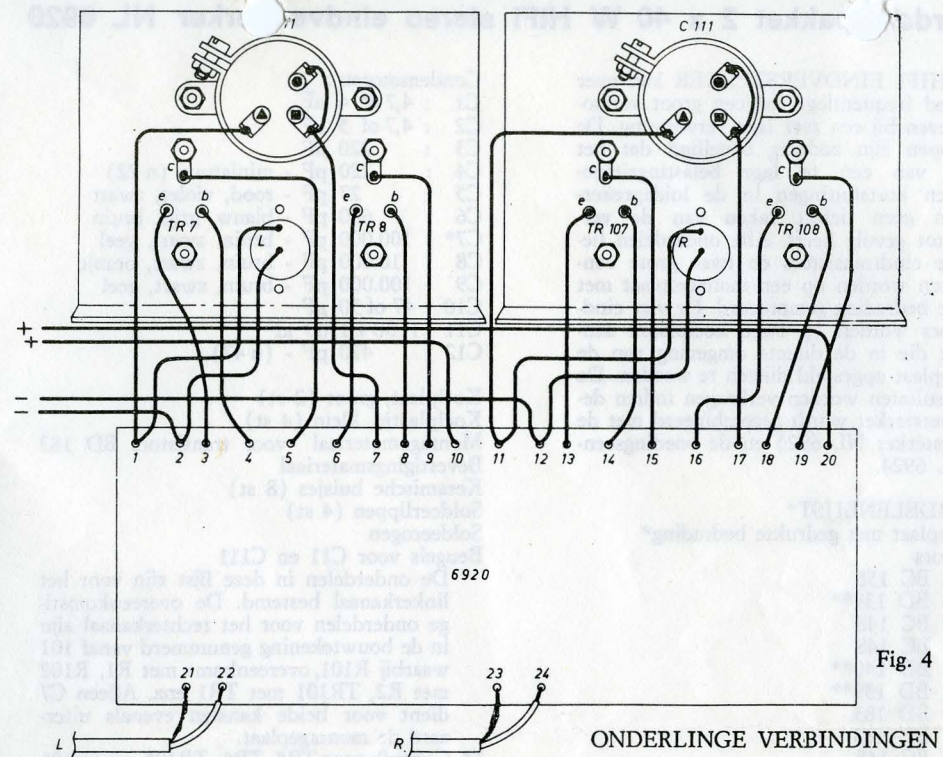

Fig. 4
14. Let bij het aanbrengen van de eindtransistors op de koelplaten op de juiste stand; de afstand tussen de aansluitpennen van de transistors en de „onderste” bevestigingsgaatjes is kleiner dan de afstand tussen deze pennen en de „bovenste” gaatjes (fig. 3). Zorg dat het oppervlak van de koelplaten vrij is van stof en scherpe randen. Gebruik tussen de koelplaten en de transistors een micaplaatje en een loodplaatje; het micaplaatje op de koelplaat en het loodplaatje tussen micaplaatje en transistor. Steek vanaf de andere zijde isolatiebusjes in de gaatjes in de koelplaten. Gebruik op de onderste boutjes moeren, tandringen en sluitringen en op de bovenste boutjes moeren, tandringen en soldeerlippen, zie fig. 3 en fig. 4.
15. Voorzie C11 en C111 van een bevestigingsbeugel (fig. 3). Klem deze om het condensatorhuis met behulp van een boutje M3 x 10, sluitring, tandring en moer. Zorg er voor dat de aansluitlippen van de condensatoren na bevestiging op de koelplaat, in de positie komen die in fig. 4 is aangegeven. Gebruik voor het vastzetten van de beugels op de koelplaten: boutjes M3 x 8, sluitringen, tandringen en moeren (fig. 3).
DE VERBINDINGEN tussen de transistors op de koelplaten en de verschillende aansluitpunten op de montageplaat zijn in fig. 4 aangegeven.